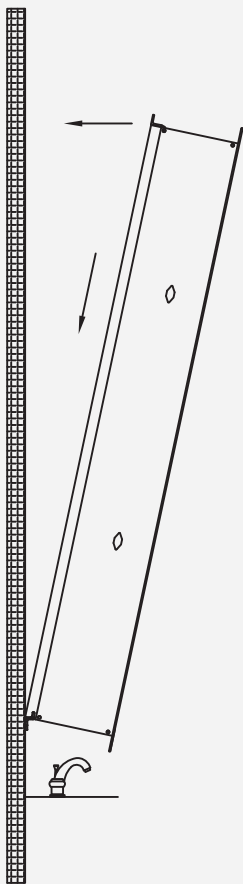

Fig 11
5. Coloque el gabinete en el soporte de pared (Fig 11). Marque las ubicaciones de los agujeros de los clips Z (Figura 12). Al determinar la ubicación, se recomienda que al menos un clip Z esté ubicado en un montante. Retire el gabinete y taladre un agujero de 8 mm si es necesario para el anclaje, y colóquelo en el agujero.